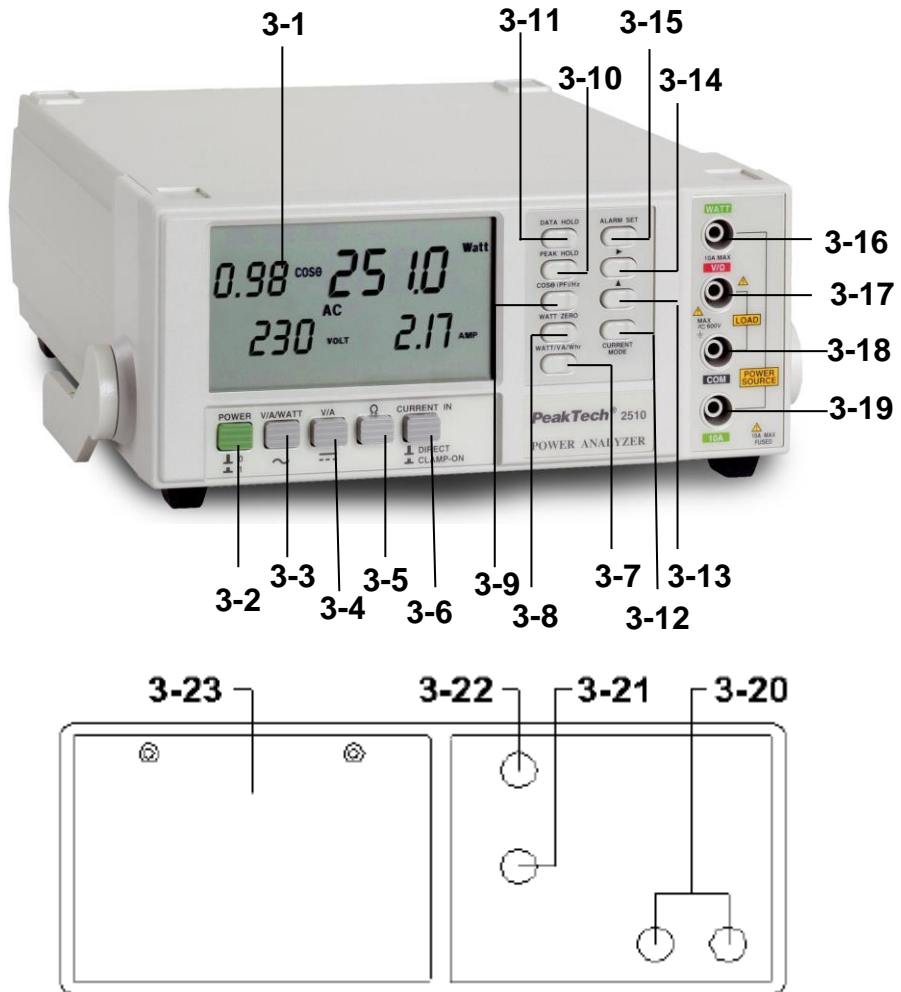

Fig.1
1. Coloque el interruptor (3-2, Fig. 1) en ENCENDIDO (ON).
2. Seleccione el interruptor "AC/V/A/Watt" (3-3, Fig. 1)
3. Coloque el interruptor "CURRENT IN" (3-6, Fig. 1) en "DIRECT".
4. No conecte ningún cable a los terminales de entrada. Si la lectura de vatios no es cero, pulse una vez el botón "WATT ZERO" (3-8, Fig. 1) y la lectura de vatios cambiará a "0".
En pantalla (3-1, Fig. 1) se mostrarán al mismo tiempo los vatios, tensión, corriente, PF (factor de potencia).
8. Durante la medición de vatios, pulse una vez el botón "COS ϕ /PF/Hz" (3-9, Fig. 1) y aparecerá el valor de línea de frecuencia en lugar del valor PF (factor de potencia).
Todos los procedimientos de medición son iguales que el del punto "7.1 Medición CA Vatios/V/A/PF/Hz" anterior, excepto en que deberá pulsar una vez el botón "WATT/VA/Whr" (3-7, Fig. 1) y, luego, se mostrará en pantalla VA, tensión, corriente y Hz al mismo tiempo.
Todos los procedimientos de medición son iguales que el del punto "7.1 Medición CA Vatios/V/A/PF/Hz" anterior, excepto en que deberá pulsar dos veces el botón "WATT/VA/Whr" (3-7, Fig. 1) y, luego, la pantalla mostrará el valor Wh junto con el tiempo transcurrido.
- * La medición de Wh se parará (congelará) cuando pulse una vez el botón "DATA HOLD" (3-11, Fig. 1). Pulse este mismo botón de nuevo para continuar con la función Wh.
- * Pulse una vez el botón "WATT ZERO" (3 – 8, Fig.1) para ajustar a cero el valor de medición de Wh y realizar de nuevo una nueva medición.
- a) Conecte la sonda de test roja al terminal V/Ohm (3-17, Fig. 1) y la sonda de test negra al terminal COM (3-18, Fig. 1).
- a) Conecte la sonda de test roja al terminal 10A (3-19, Fig. 1) y la sonda de test negra al terminal COM (3-18, Fig. 1).
2. Seleccione el interruptor "DC V/A" (3-4, Fig. 1)